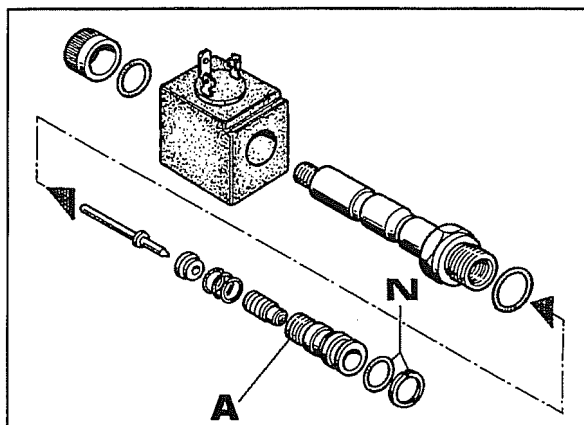

Fig. 20
- Verificare l'integrità degli anelli di tenuta N fig.20.
- Nel rimontaggio del cilindretto A (fig. 20) utilizzare alcune gocce di Loctite sul relativo filetto, al fine di poter dosare il serraggio quindi permettere una migliore regolazione per lo scorrimento del puntale a cui fa riferimento l'operazione d. Indicativamente dopo aver avvitato a battuta il suddetto cilindretto, svtarlo di circa un giro e mezzo.